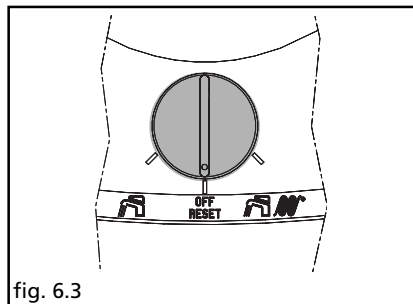

fig. 6.3
Portare il selettore di funzione sul simbolo OFF-RESET, quindi riposizionare lo stesso «  » (fig. 6.3).
- portare il selettore di funzione su OFF-RESET (fig. 6.3)